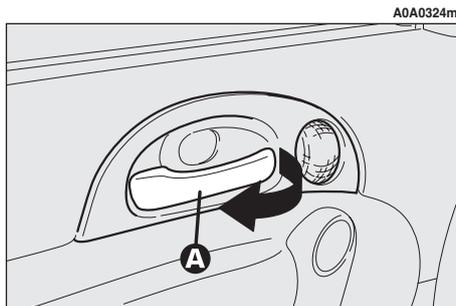

fig. 11
- Per aprire la porta, tirare la maniglia (A-fig. 11).